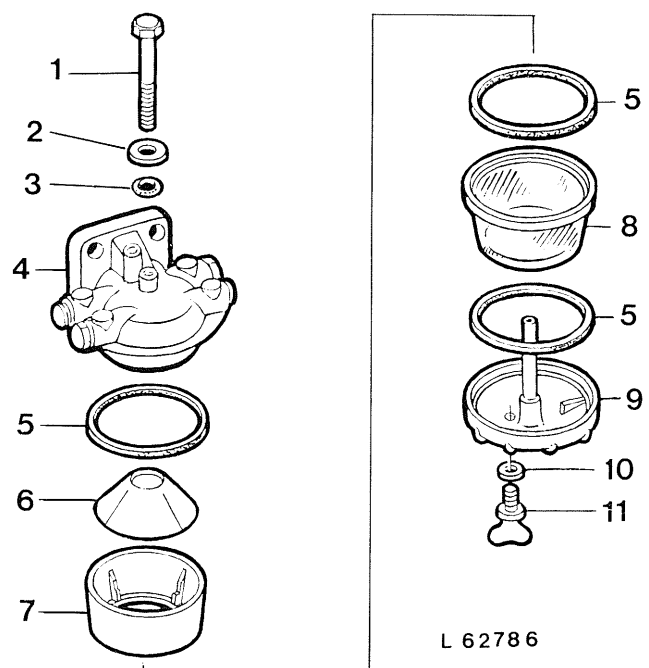

Fig. 3 — Eléments du décanteur
2. Enlever la vis 1 (fig. 3) et démonter le décanteur.